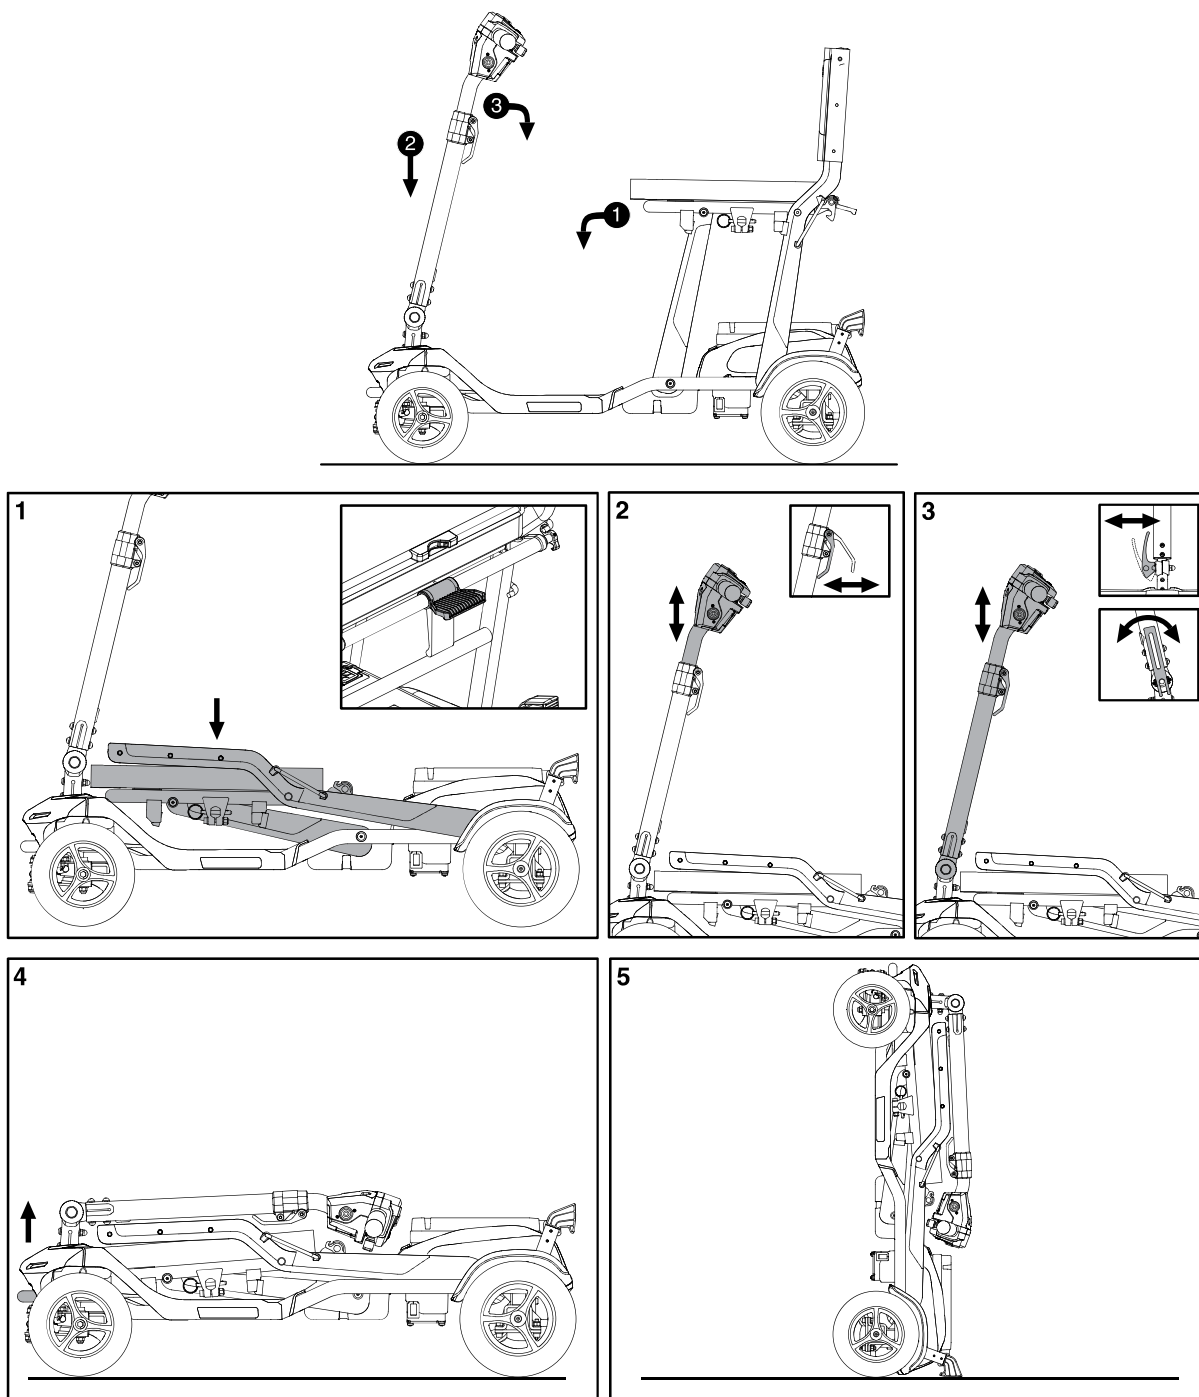

Figure 14. Pliage pour le transport
1. Pliez votre scooter comme indiqué à l'étape 5 de la figure 14. Reportez-vous à V. "Pliage/Dépliage" pour plus d'informations.